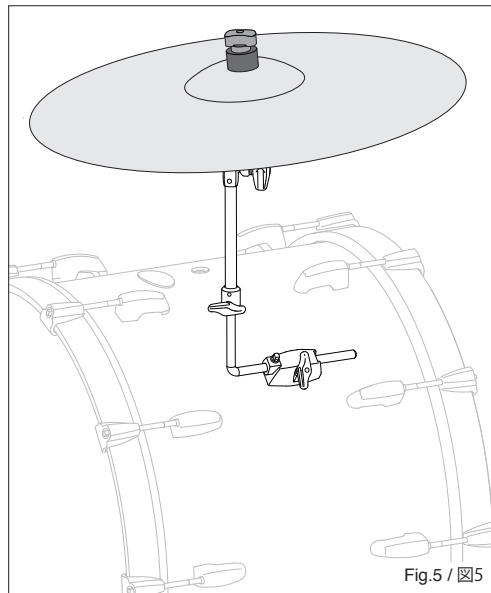

Fig.5 / 図5
5. Install the Cymbal onto the Cymbal Tilter and position it to your playing preference and secure all Wing Nut/Bolts and Stop Lock (Fig.5).
シンバルをシンバルティルターに取り付け、お好みの位置に調整します(図5)。